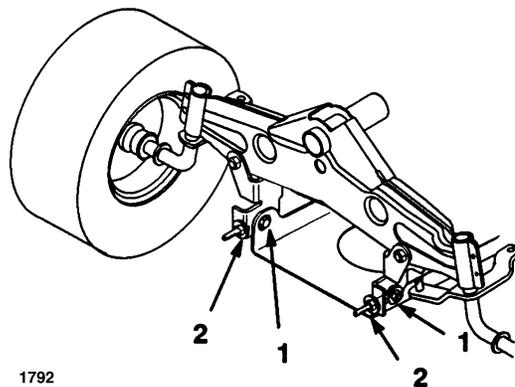

Fig. 52
7. Per regolare l'inclinazione davanti-dietro della lama allentare leggermente i bulloni di montaggio della piastra di articolazione anteriore (Fig. 52).
8. Girare i dadi autobloccanti sui bulloni ad occhio per modificare la registrazione (Fig. 52). Serrare i dadi autobloccanti dei bulloni ad occhio per alzare la parte anteriore del tosaerba, ed allentarli per abbassarla.
9. Dopo avere regolato uniformemente entrambi i dadi autobloccanti dei bulloni ad occhio, controllare di nuovo l'inclinazione davanti-dietro. Continuare a regolare i bulloni ad occhio fin quando la punta della lama anteriore sarà 0-9,2mm più bassa della punta della lama posteriore (Fig. 52).
10. Quando l'inclinazione davanti-dietro è giusta, serrare i bulloni di montaggio della piastra di articolazione (Fig. 52).